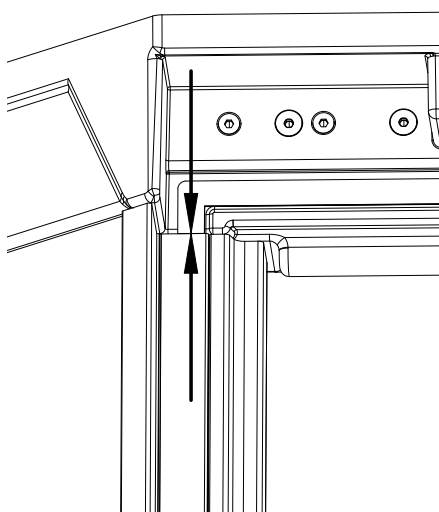
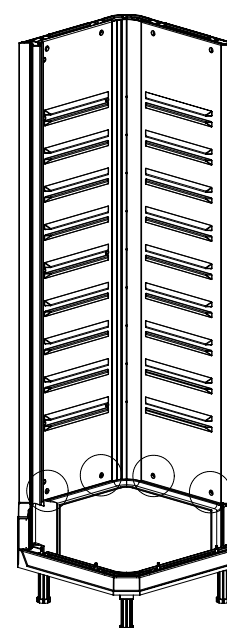

Fig. 8-3
Fig. 8-3-1
2. Løft sideveggelementet opp på gulvelementet, og bruk M6-unbrakonøkkelen (3-1) til å feste panelet som vist på bildet med gule ringer. Skru til låsebolten ikke lenger beveger seg, og den innvendige D-profilpakningen slutter tett (fig. 8-3-1). Vi anbefaler å begynne med låsebolten nær døråpningen. Forsøk å gjøre forbindelsene så tette som mulig i de fire hjørnene av skaprammen (fig. 8-3).